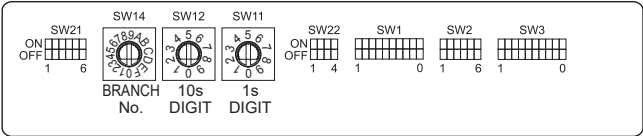

Fig. 4-9
4.6. Configuración de las direcciones (Fig. 4-9)
- ① Cómo ajustar direcciones
- ② Cómo ajustar los números de bifurcación SW14 (sólo para la Serie R2)
4.7. Detectar la temperatura ambiente con el sensor integrado en un mando a distancia (Fig. 4-9)
4.8. Cambiar la configuración para techos altos (Fig. 4-9)
4.9. Cambie la configuración para el Sensor i-see (Fig. 4-9)
4.10. Cambiar el ajuste para la dirección del flujo de aire horizontal (Fig. 4-9)